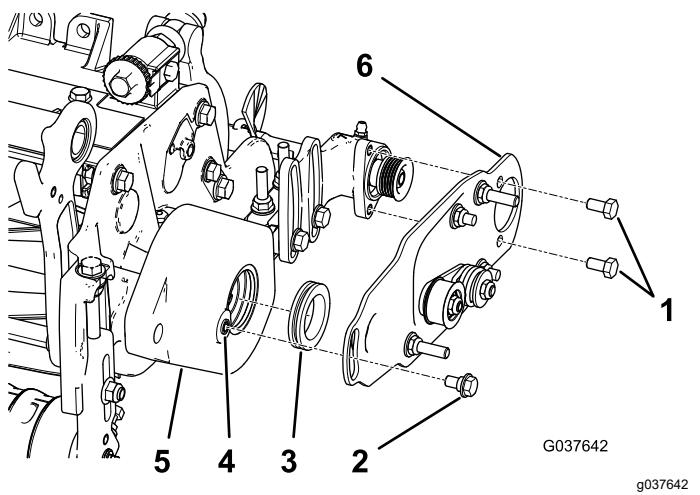

Figura 11
- Applicate un velo di grasso sul diametro interno del gommino nell'alloggiamento della spazzola per rulli (Figura 11).
- Montate la piastra della spazzola per rullo di sinistra o destra (Figura 11).
4. Applicate il frenafiletto sui 2 bulloni (5/16" x 1/2") e utilizzateli per montare la piastra della spazzola sull'alloggiamento del cuscinetto della spazzola per rulli (Figura 11).
5. Usate una punta 5/16"-18 per rimuovere la vernice dalle filettature nell'alloggiamento della spazzola per rulli prima di avvitare il bullone di spallamento (Figura 11).
6. Applicate il frenafiletto sul bullone di spallamento (Figura 11).
7. Con il bullone di spallamento, fissate la piastra della spazzola sull'alloggiamento della spazzola per rullo (Figura 11).